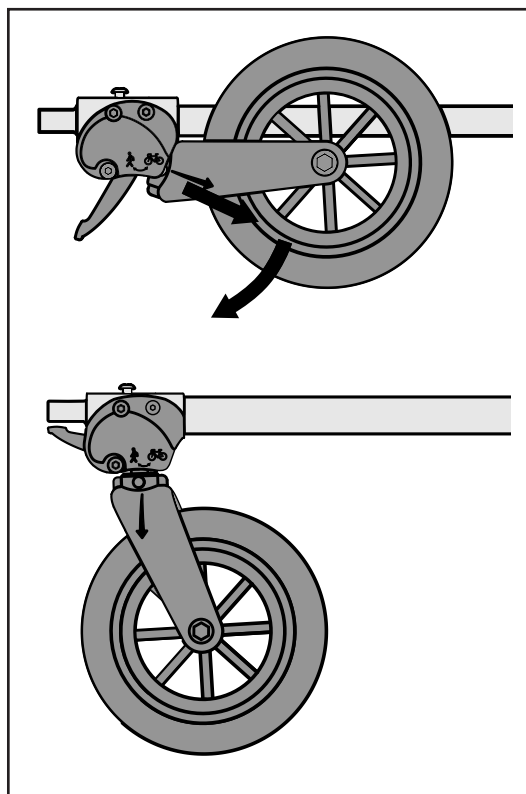

Figura 12
1. Tire de la horquilla tal como se muestra (Figura 12) y después gire la rueda hacia abajo completamente. La horquilla subirá automáticamente hacia la posición de bloqueo.